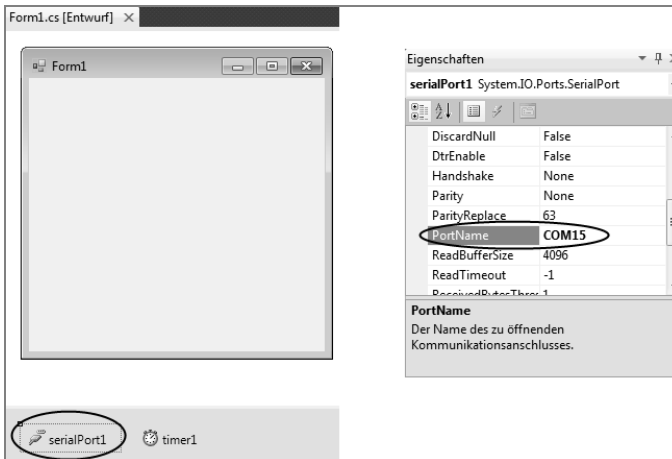

Abb. 5.28: `SerialPort1` markieren und im Fenster *Eigenschaften* den `PortName` ändern
5. Zur Änderung des COM-Ports markieren Sie zunächst den im vorherigen Schritt erzeugten `serialPort1` (Abb. 5.28 links unten) und stellen im Fenster *Eigenschaften* `PortName` auf den gewünschten Wert ein. Wichtig ist, dass ein entsprechender COM-Port vorhanden ist und nicht bereits von einem anderen Programm benutzt wird.